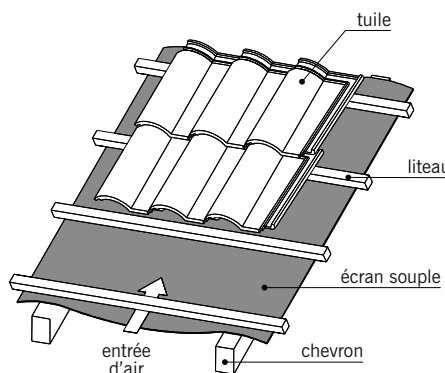

fig. 7.7
■ L'**écran** : dispositif étanche qui protège l'intérieur de l'habitation contre les pénétrations de neige poudreuse. Ces dernières ne pouvant être complètement arrêtées par les éléments de couverture. L'écran peut être rigide (voligeage, panneau de bois) ou souple (film plastique, feutre bitumé). Pour assurer le passage de l'air sous les tuiles, l'écran souple doit être posé non tendu ou tendu sur des contre-liteaux (fig. 7.7 et 7.8).